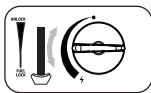

Fig. 5
7. Ajustar la rueda en la posición deseada (fig. 5). Nunca colocar la palanca del cartucho (6) en la posición "UNLOCK" durante su uso.